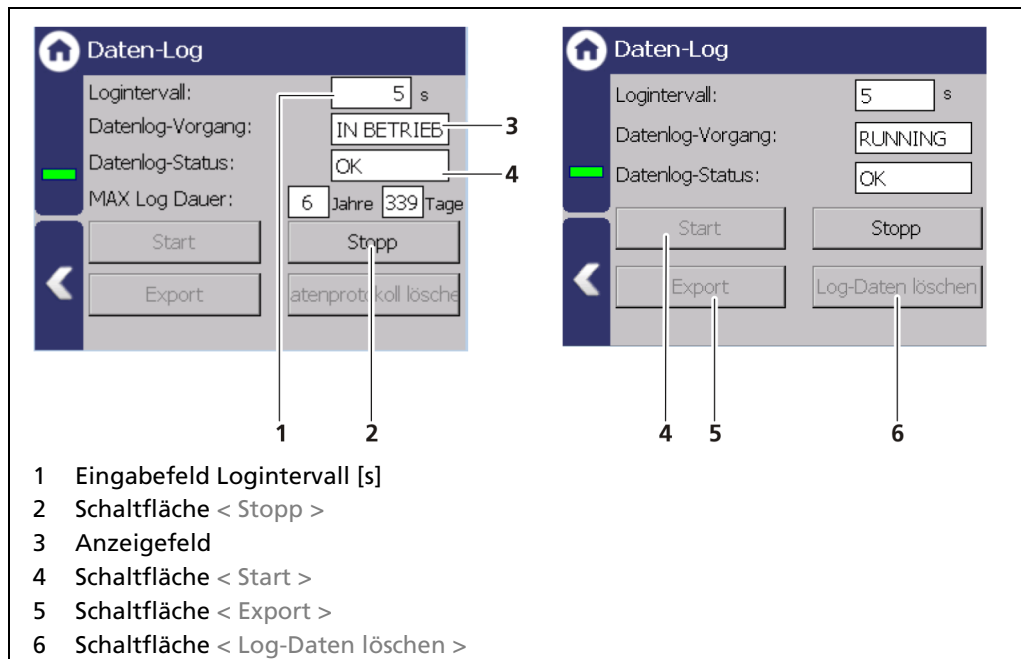

Abb. 139 Daten-Log
1. Klicken Sie auf die Schaltfläche < Stopp > (Abb. 139, Pos.2) um den Datenlog-Vorgang zu stoppen.
2. Klicken Sie auf das Eingabefeld „Logintervall“ (Abb. 139, Pos.1) und geben Sie die Zeit in Sekunden an.
4. Klicken Sie auf die Schaltfläche < Start > (Abb. 139, Pos.4) um den Datenlog-Vorgang zu starten.
1. Klicken Sie auf < Stopp > (Abb. 139, Pos.2).
3. Klicken Sie auf die Schaltfläche < Export > (Abb. 139, Pos.5).